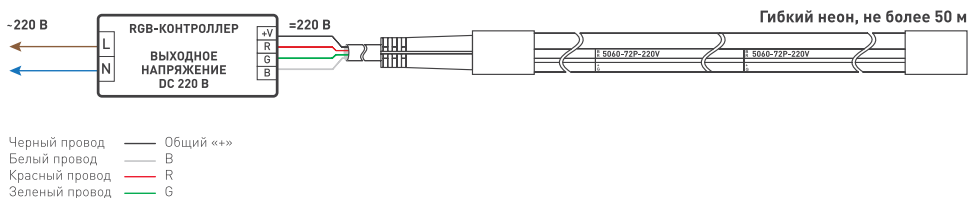

Рисунок 2. Схема подключения.
- Если для управления «гибким неонам» используется сторонний контроллер не из комплекта, выполните подключение согласно приведенной схеме. Соблюдайте полярность подключения, а также маркировку, нанесенную на боковой поверхности неона (В — синий, R — красный, «+» — общий плюс, G — зеленый) и цветовую маркировку проводов (см. рисунок 2).